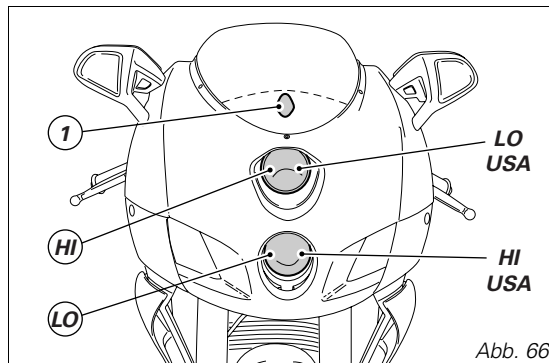

Abb. 66
In Abb. 66 wird die Position der Glühbirne des Abblendlichts (LO), des Fernlichts (HI) und des Standlichts (1) angegeben.